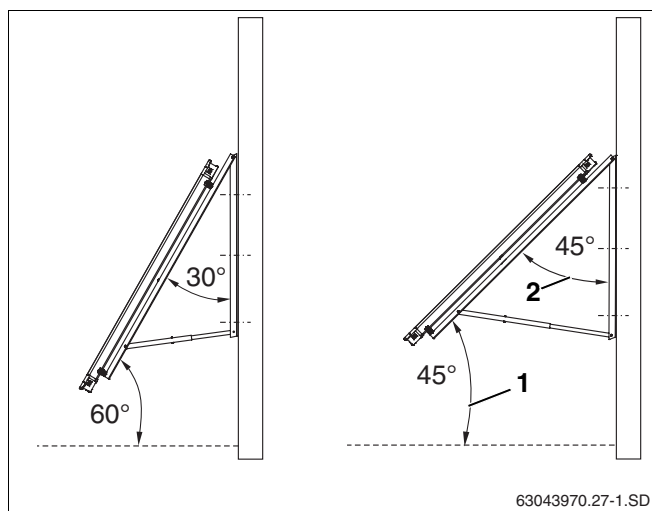

Fig. 10 Angle d'inclinaison par rapport à l'horizontale du capteur sur une façade
- L'angle d'inclinaison du capteur (fig. 10, **pos. 1**) par rapport à l'horizontale doit se situer entre 45° et 60° (c'est-à-dire l'angle d'inclinaison fig. 10, **pos. 2**, du capteur par rapport au toit doit se situer entre 30° et 45°)